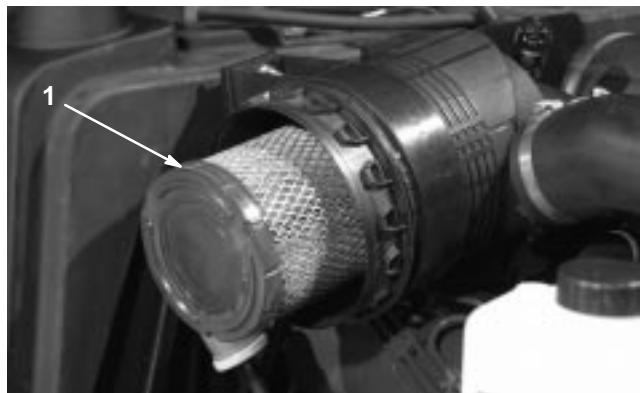
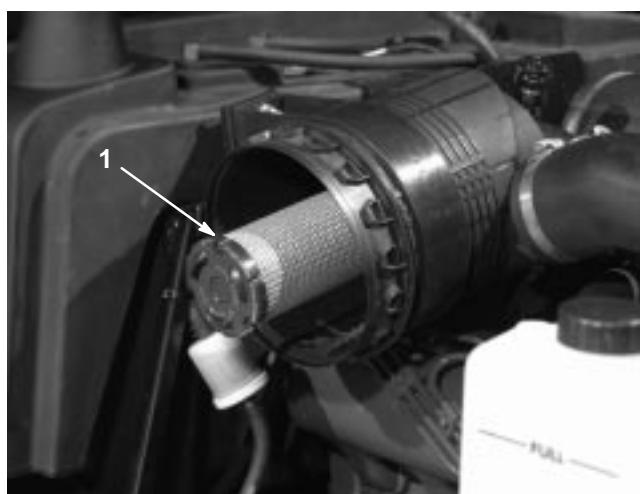

Figure 46
Figure 47
2. Sortez l'élément primaire (Fig. 46) du corps du filtre avec précaution pour ne pas déloger trop de poussière. Evitez de cogner l'élément contre les parois du filtre. N'enlevez **pas** l'élément de sécurité (Fig. 47).
**Important** N'essayez jamais de nettoyer l'élément de sécurité (Fig. 47). Remplacez-le une fois sur trois, quand vous effectuez l'entretien de l'élément primaire.